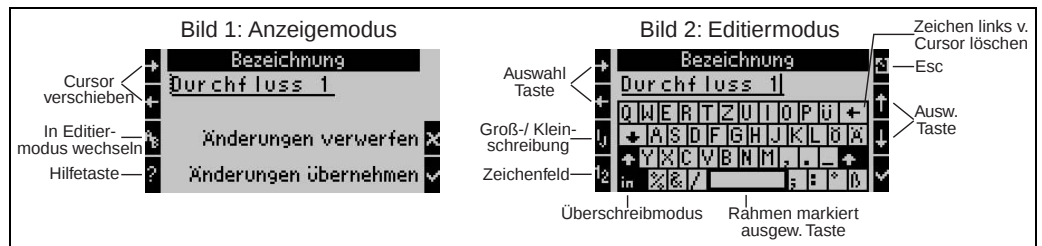

Abb. 17: Bsp.: Editieren einer Bezeichnung mit PalmTastatur
1. Mit Pfeiltasten Cursor rechts vor das Zeichen bewegen, vor dem ein Zeichen eingefügt werden soll. Falls der gesamte Text gelöscht und neu geschrieben werden soll, Cursor ganz nach rechts verschieben. (s. Abb. 17, Bild 1)
3. Mit ij/IJ und ½ Taste Tastenfeld mit Groß-/Kleinbuchstaben oder Zahlen wählen. (s. Abb. 17, Bild 2)
4. Mit Pfeiltasten gewünschte Taste auswählen und mit dem Haken bestätigen. Falls Sie Text löschen wollen, Taste ganz rechts oben wählen. (s. Abb. 17, Bild 2)
6. Esc-Taste drücken, um von Editiermodus in den Anzeigemodus zu wechseln und Änderung mit Haken Taste übernehmen. (s. Abb. 17, Bild 1)
- Im Editiermodus (s. Abb. 17, Bild 2) lässt sich der Cursor nicht bewegen! Wechseln Sie mit der Esc-Taste ins vorhergehende Fenster (s. Abb. 17, Bild 1) um den Cursor auf das Zeichen zu ziehen, welches geändert werden soll. Dann wieder AB Taste betätigen.